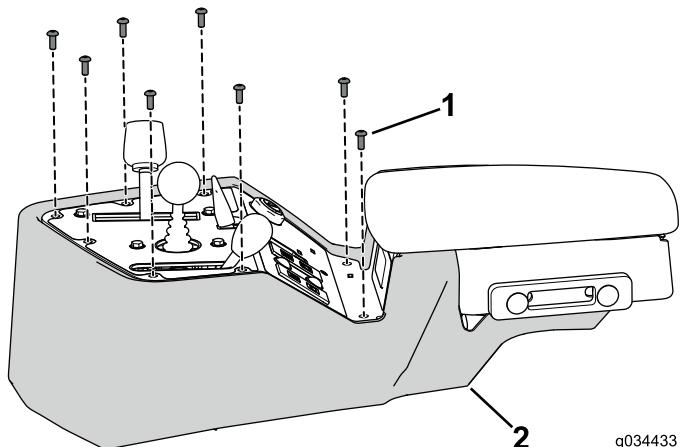

**Рисунок 31**
5. Подсоедините жгут проводов к соответствующим разъемам (Рисунок 31).